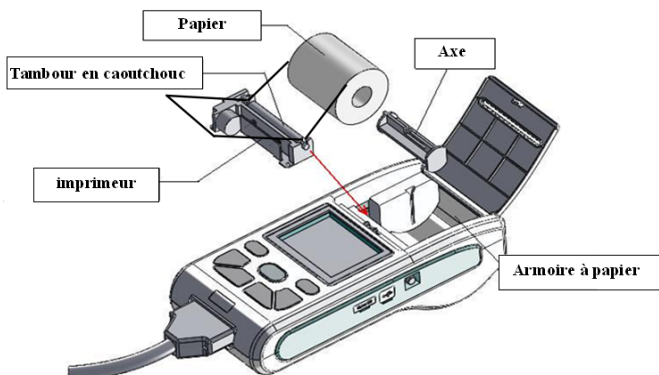

Figure 6-1 Processus d'assemblage du papier d'enregistrement
1. Appuyez sur le couvercle du compartiment à papier pour l'ouvrir automatiquement, tel qu'illustré à la figure 6-1. Retirez l'axe du papier et insérez-le dans le papier d'enregistrement, comme illustré à la figure. Le côté quadrillé du papier doit être tourné vers le bas. Assemblez-le ensuite dans la bonne position dans le compartiment à papier et appuyez le rouleau en caoutchouc sur le papier d'enregistrement.